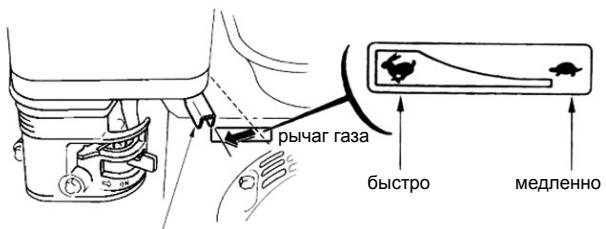

Рис.23
- Нажмите на праймер подкачки топлива три раза. При запуске теплого двигателя праймер нажимать не надо (Рис.23).